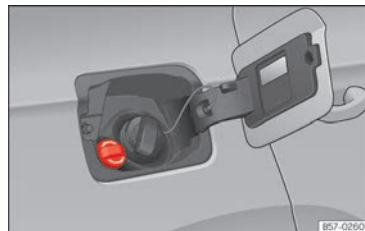

Abb. 212 Verschlussdeckel des AdBlue®-Tanks.
- Öffnen Sie die Tankklappe >>> **(Abb. 212)**.
- Verschlussdeckel des SCR-Einfüllstutzens nach links drehen >>> **(Abb. 212)**.